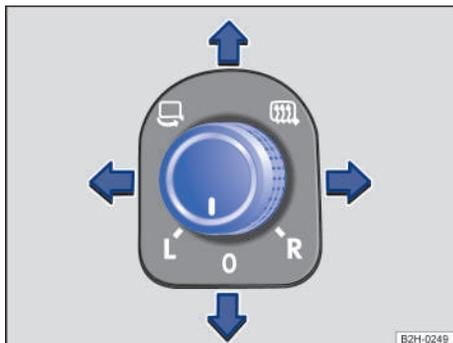

Fig. 82 En la puerta del conductor: mando giratorio de los retrovisores exteriores.
2. Gire el mando situado en la puerta del conductor hasta el símbolo deseado → fig. 82.